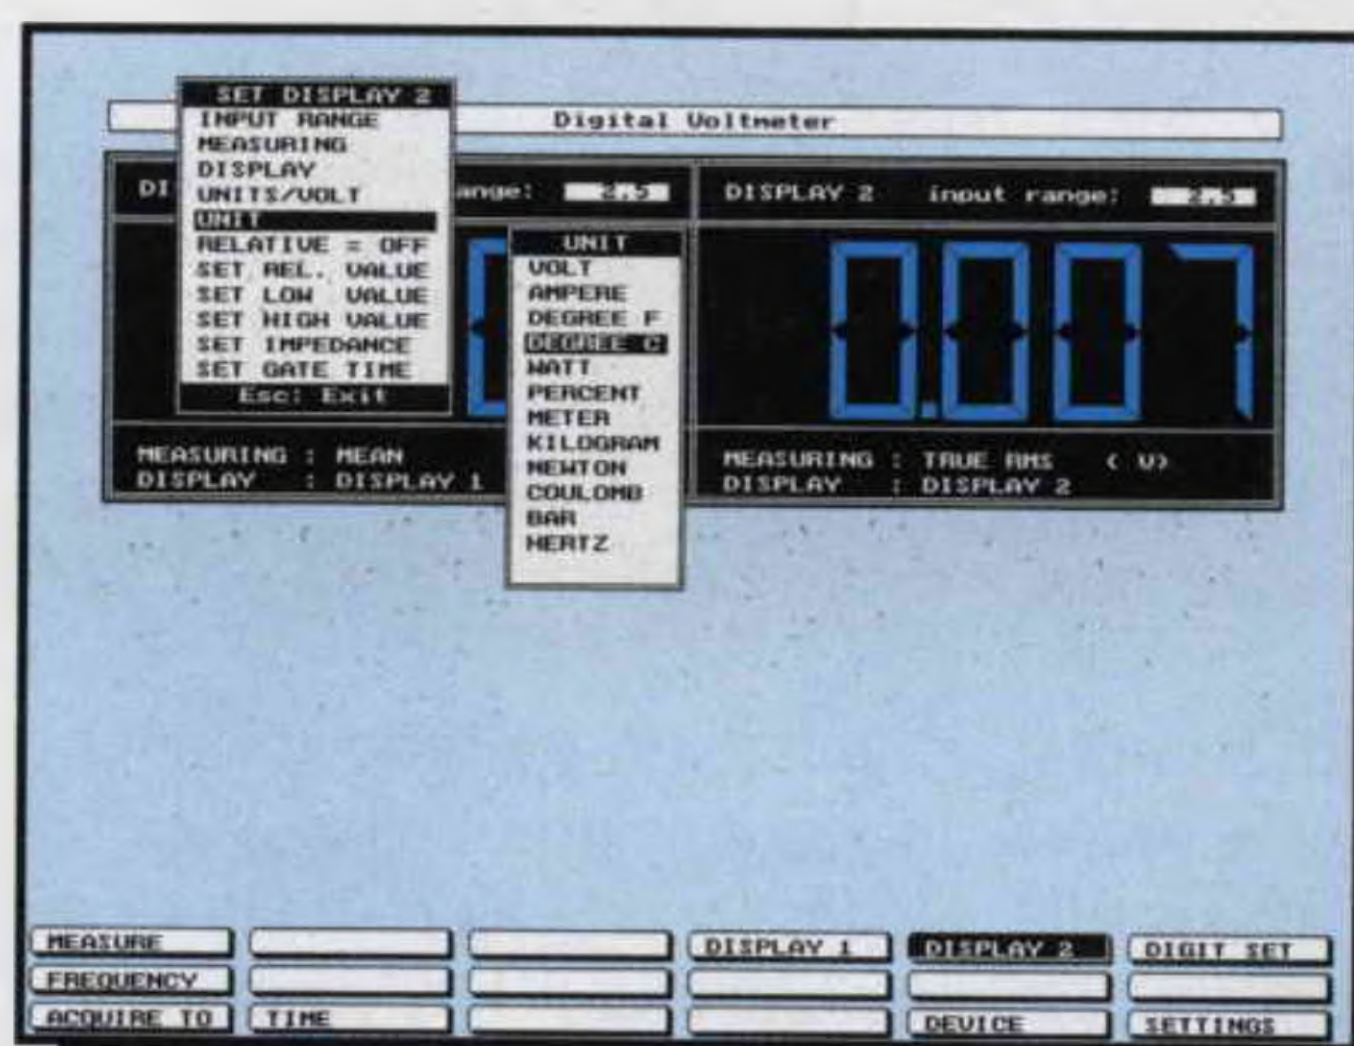

Fig.35 Dopodiché settate il Display 2 andando sulla riga UNIT poi pigiando Enter e nella finestra che appare andate sulla riga DEGREE C e pigiate Enter.
- Nella finestra che appare troviamo tutte le unità di misura (vedi fig.35), quindi portiamo il cursore sulla scritta **DEGREE C** e pigiamo Enter.